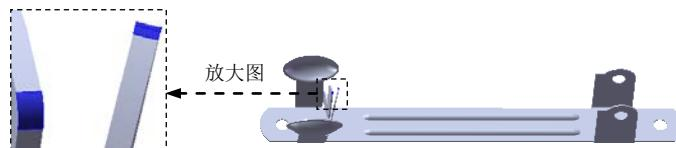

图 15.4.54 圆角 1
Step20. 创建图 15.4.54 所示的圆角 1。
- (1) 选择命令。选择下拉菜单 **插入(I)** → **特征(E)** → **圆角(U)...** 命令 (或单击  按钮), 系统弹出“圆角”对话框。